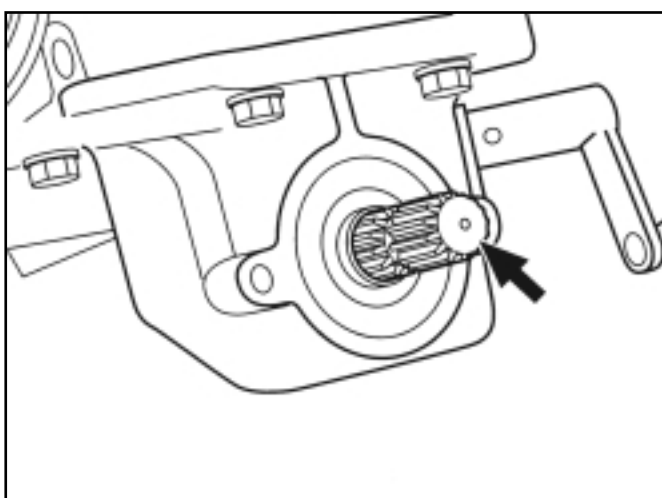

FIG. 50 / ABB. 50 / FIG. 50
La prise de force ventrale (Fig. 50) est logée sous le tracteur et orientée vers l'avant. Cet accessoire peut être monté pour actionner un accessoire monté au milieu ou à l'avant du tracteur. Un axe de 25,4 mm avec 15 rainures ou de 35 mm avec 6 rainures peut être monté.
Die mittlere Zapfwelle (Abb. 50) befindet sich auf der Unterseite des Traktors und weist nach vorn. Diese Sonderausstattung kann installiert werden, um gewisse front- oder mittenmontierte Anbaugeräte anzutreiben. Diese Zahnwelle hat entweder einen Durchmesser von 25,4 mm und 15 Zähne oder einen Durchmesser von 35 mm und 6 Zähne.
De middenaftakas (Fig.50) is een as die naar de voorkant van de tractor gericht is en die zich aan de onderkant van de tractor bevindt. Deze optie kan worden aangebracht om bepaalde werktuigen te gebruiken die in het midden of aan de voorkant van de tractor gemonteerd moeten worden. Hiervoor wordt een 25,4 mm dikke as met vijftien gleuven gebruikt of ook een 35 mm dikke as met zes gleuven.
*NOTE: Quand vous disposez d'une prise de force au milieu et que le levier (2) dans la Fig. 50 est dans la position "540 tr/min", les 2 prises de force vont travailler simultanément une fois que vous aurez actionné le contacteur (1).*
*HINWEIS: Bei eingebauter mittlerer Zapfwelle (Abb. 50) mit dem Heckzapfwellenhebel (2) in der vorderen Stellung (540 min-1) beginnen beide Wellen zu drehen, wenn der Zapfwellenschalter (1) in Einschaltstellung gebracht wird.*
*OPMERKING: Wanneer de middenaftakas geplaatst is en de hendel voor de achteraftakas (2) in Fig.50 in de "540"-stand (naar voren) staat, treden zowel de middenaftakas als de achteraftakas tegelijkertijd in werking wanneer u de schakelaar (1) aanzet.*